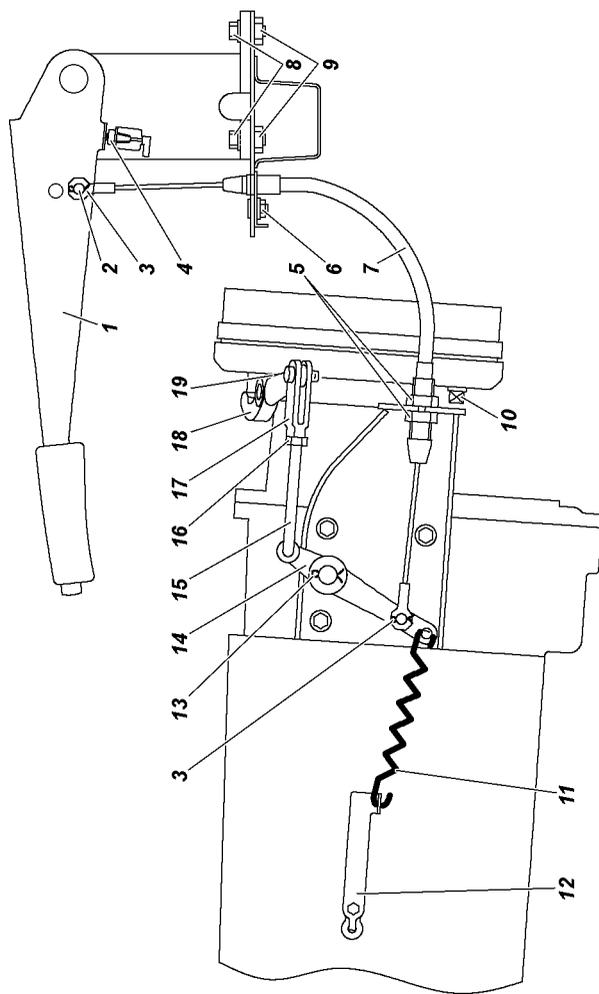

Рис. 9.37. Привод стояночного тормоза:
2. Переместите рычаг стояночного тормоза 1 (рис. 9.37) в крайнее нижнее положение.